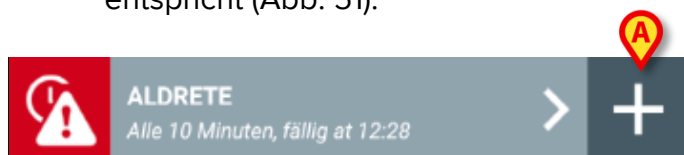

Abb. 51
- Berühren Sie das Symbol **+** im Viereck, das dem gewünschten Datensatz entspricht (Abb. 51).